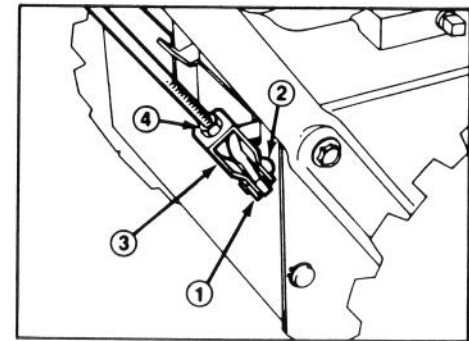

Figure 23
2. Enlevez la goupille fendue et la cheville d'étrier qui maintiennent l'étrier à la tige de commande inférieure (Fig. 23).